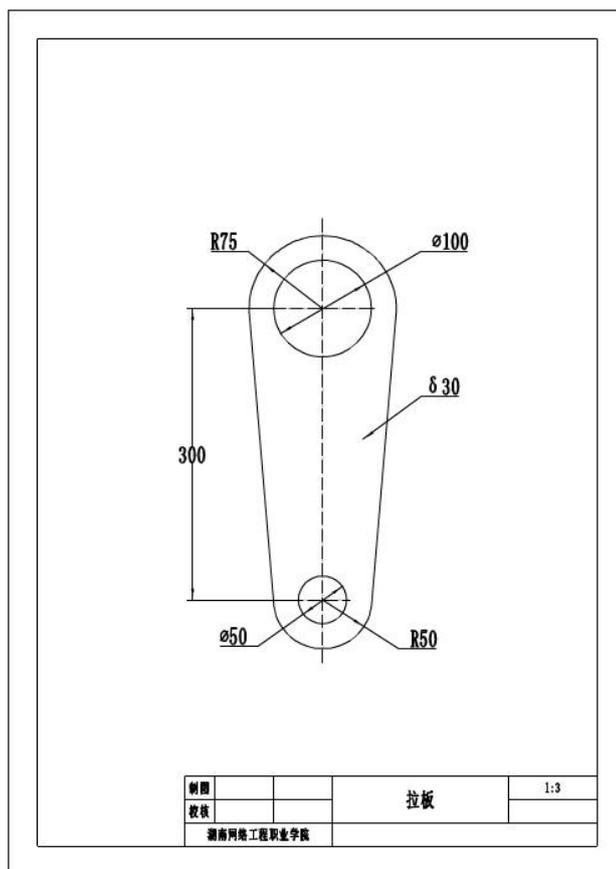
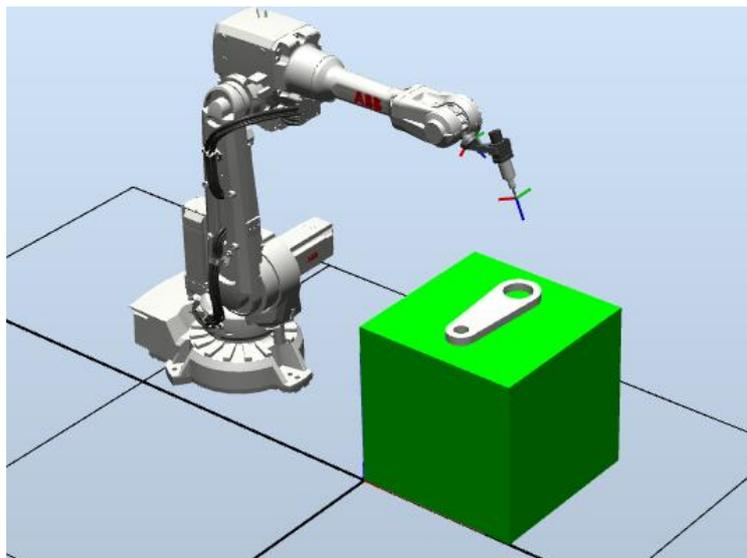

图3-3 拉板零件图
图3-4 拉板零件坯料切割工作站示意图
某企业采用串联型六轴机器人实现起重机拉板零件坯料切割，切割形状为零件上表面外轮廓及两个圆，其零件如图 3-3，请根据所提供的零件图，在仿真软件中搭建工作站并模拟工业真机器人运行过程，工作站如图 3-4。
1) 依据图 3-3 拉板零件图，在 Solidworks 软件中创建拉板零件，将零件命名为“拉板零件”保存至 D 盘，保存格式为 SAT。